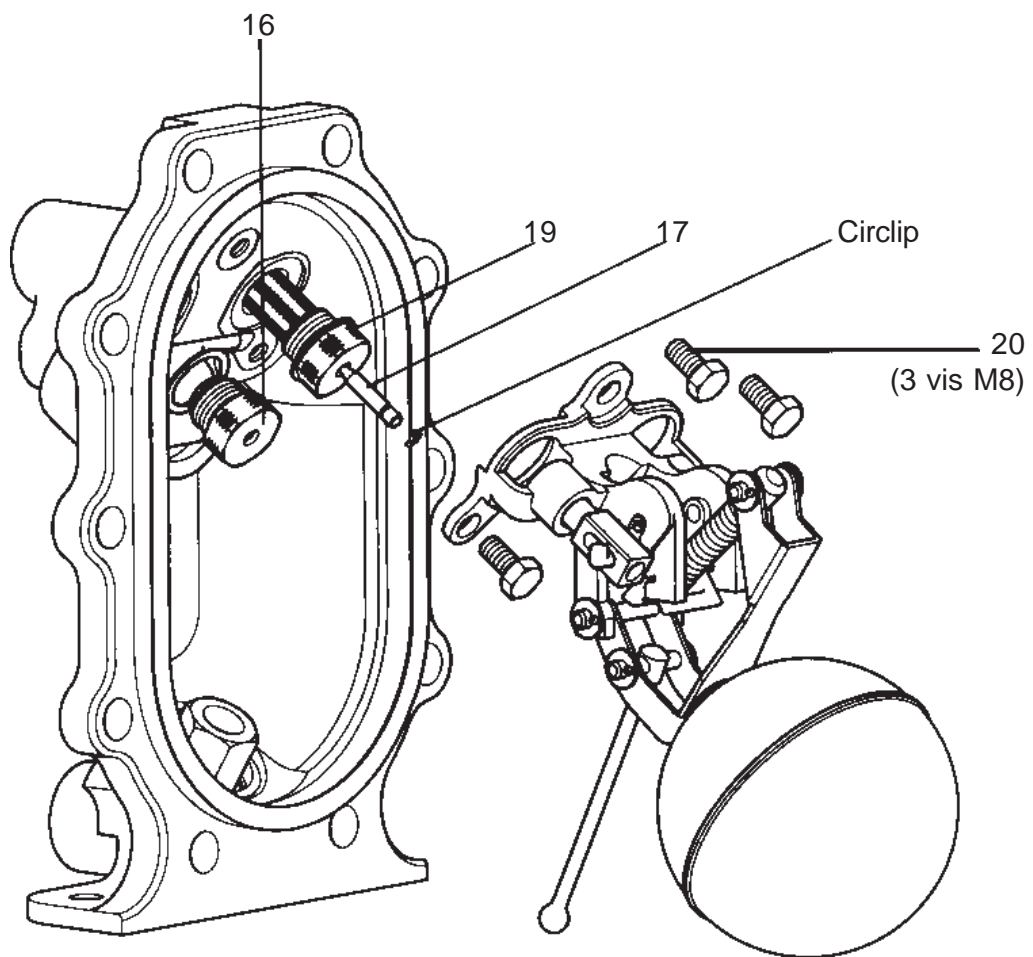

Fig. 23
9. Insérer le nouvel ensemble (rep. 17) et la soupape d'échappement (rep. 16) en suivant la figure 23.